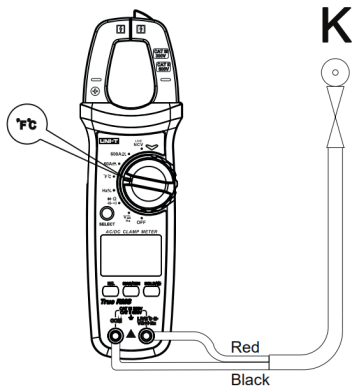

Рисунок 5
4. Измерение температуры (только для UT202R, рисунок 5)